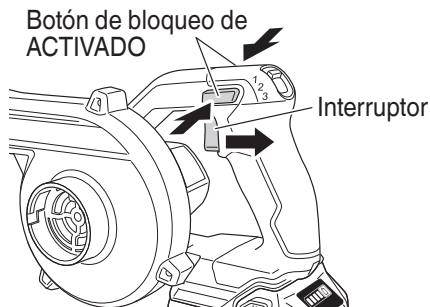

Fig. 13
- Operación del interruptor (Fig. 13). Cuando el interruptor se oprime, la sopladora/aspiradora rota. Cuando el gatillo se suelta, la sopladora/aspiradora se detiene. El volumen puede ser ajustado en una cantidad variable dependiendo de cuánto se ha presionado el interruptor.
- Operación continua (Fig. 13) Oprima el interruptor al máximo y presione el botón de bloqueo ACTIVADO para bloquear en su sitio el estado de operación de la herramienta para una operación continua. El botón de bloqueo ACTIVADO puede ser activado oprimiendo uno de los lados del interruptor.